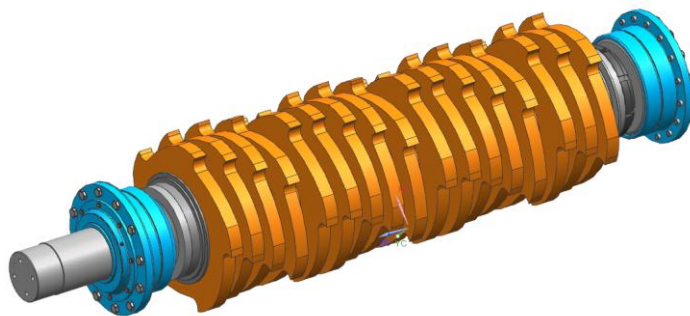

图 6-5 第三步
- 吊出刀轴部件水平放置，用三组木箱支撑，同时防止刀轴部件发生转动掉落地面伤人，吊装过程中不得兜吊轴承座，避免损坏轴承和油封。通过调节木箱位置实现刀盘的拆卸，从最外端依次取下各个刀盘，如果刀盘与刀轴发生卡滞现象，可以用铜棒轻轻敲打刀盘或火焰烤热刀盘后取出。如果进行刀盘的局部更换应将拆下的刀盘按组编号标记，按组放置。状态见图 6-5。